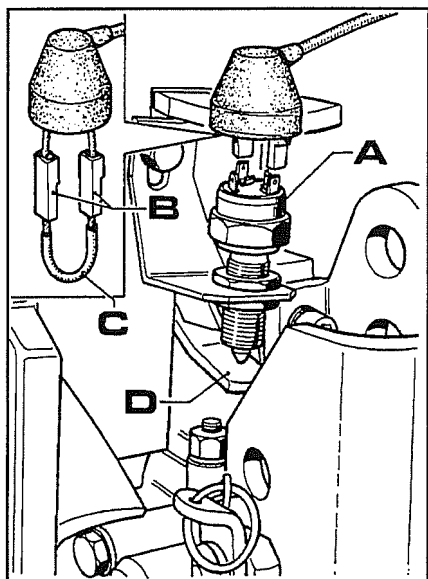

Fig. 12
Se tali verifiche non dovessero dare esito positivo, occorre verificare l'efficienza dell'interruttore di fine corsa **A**, fig.12.
2. Scollegare i cavi **B** fig.12 dall'interruttore quindi collegarli tra di loro con un ponticello (**C** fig.12).
- b. Portare il puntale del nuovo interruttore a contatto del leveraggio **D** fig.12 e bloccare l'interruttore in questa posizione.